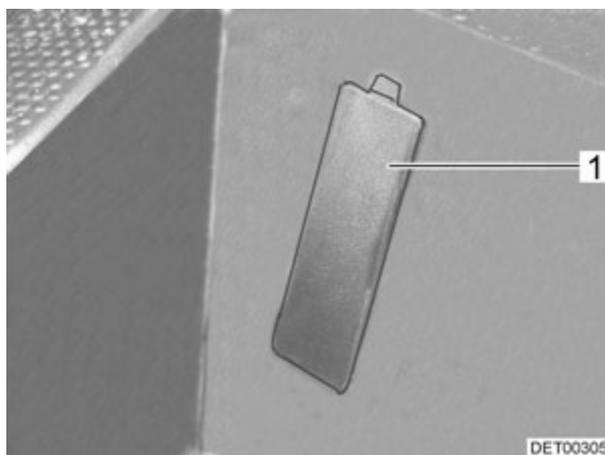

Fig. 206 Cache numéro de châssis
- ▷ Le numéro de châssis se trouve derrière un cache (Fig. 206,1) dans la zone d'entrée, côté passager.